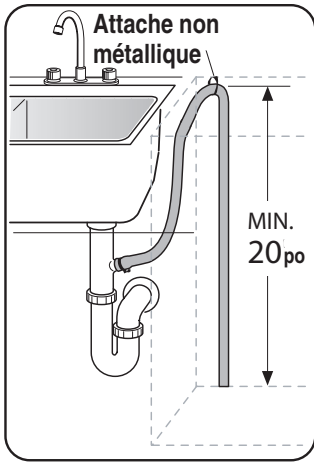

Figure 25
- 2 Directement sur la connexion de vidange d'un broyeur, **figure 25.**